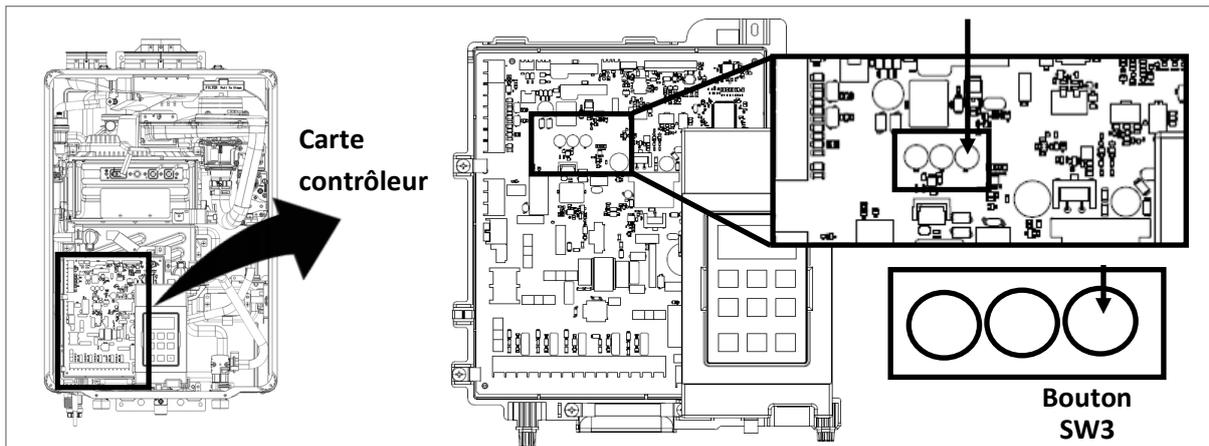
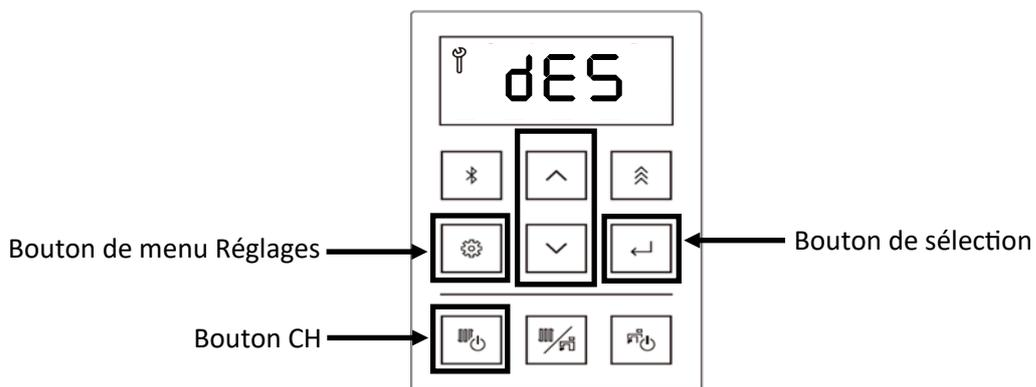

Figure 127
Figure 128
4. Appuyer sur le bouton SW3 de la carte contrôleur (figure 127).
5. Appuyer sur la touche fléchée haut ou bas du contrôleur pour sélectionner dES (détartrage) (figure 128).
6. Appuyer sur la touche de sélection pour sélectionner dES (figure 128).
7. S'assurer que les vannes et les tuyaux sont placés comme indiqué en page précédente. Ensuite, actionner la pompe et laisser le produit de nettoyage circuler dans la chaudière pendant au moins une (1) heure à un débit de 4 gallons/minute (15 litres par minute).
8. Appuyer sur la touche CH (chauffage central) pour démarrer le compte à rebours (figure 128).
**Remarque:** Si vous devez annuler cette procédure, vous pouvez appuyer sur le bouton Menu Paramètres du contrôleur (figure 128), ou sur le bouton SW3 de la carte contrôleur (figure 127).